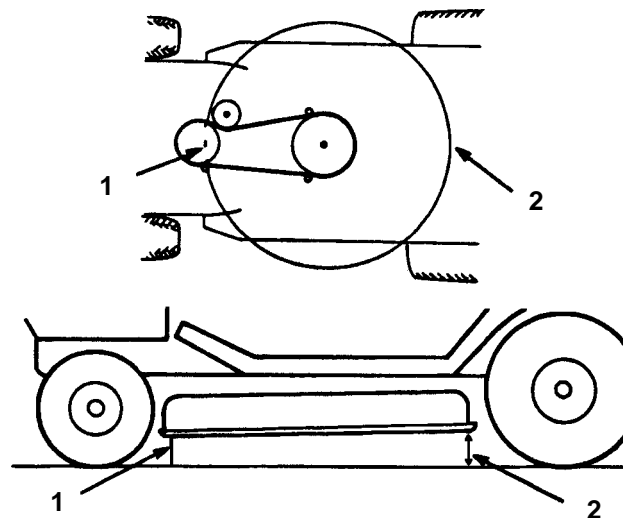

Fig. 50
5. Verificate l'inclinazione longitudinale misurando tra la base del tosaerba (centro davanti e centro dietro) e la superficie piana (Fig. 50). Se la parte anteriore del tosaerba è più bassa della posteriore di oltre 15,875 mm, occorre regolare; vedi i punti 6, 7, 8 e 9.